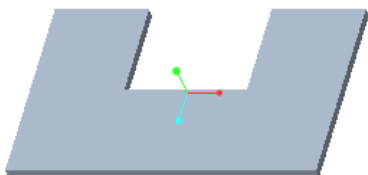
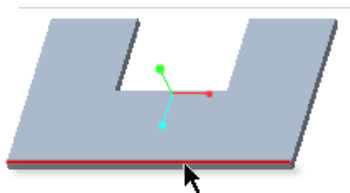

图 1-153 文件中存在的钣金件
图 1-154 “扭转”对话框和菜单管理器
(1) 在“快速访问”工具栏中单击 （打开）按钮，系统弹出“文件打开”对话框，从附赠网盘中浏览并选择 bj_1_4_8.prt 文件后单击“打开”按钮，该文件中存在着一个钣金件如图 1-153 所示。
(2) 在功能区的“模型”选项卡中单击“形状”→“扭转”工具命令 ，则在功能区中打开“扭转”选项卡。
(3) 为扭转壁选择连接边，如图 1-154 所示。